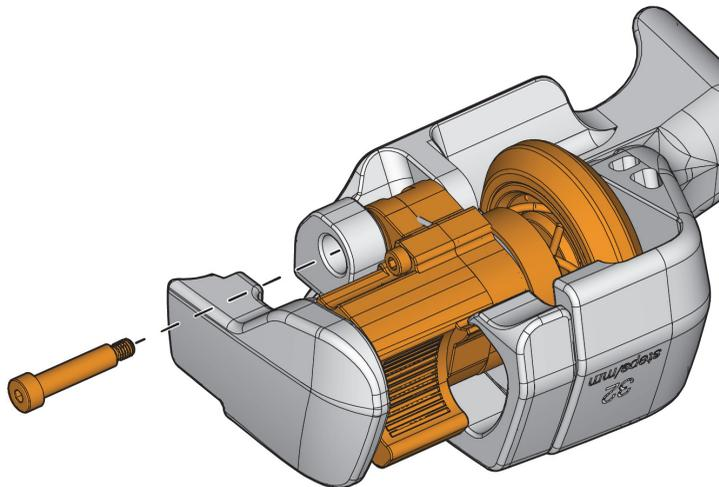

Figure 5-13 Vis à épaulement de l'assemblage du codeur d'axe d'index
2. Dévissez la vis à épaulement, et à partir du côté opposé, poussez-la vers l'extérieur (Figure 5-13 à la page 88).